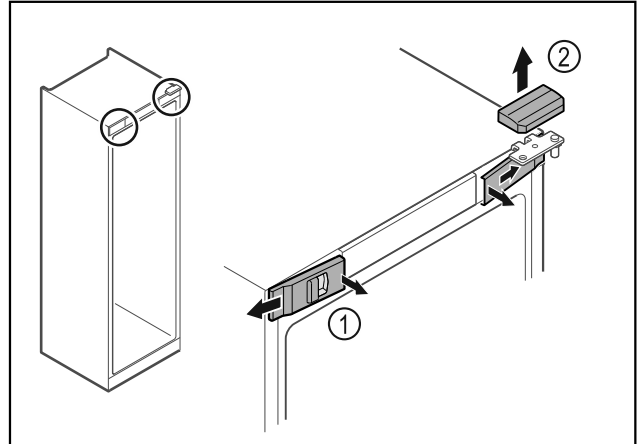

Fig. 9
- ▶ Vidinėje pusėje atfiksukite priekines dengiamąsias plokšteles Fig. 9 (1) ir nuimkite jas į šoną.
- ▶ Nuimkite viršutinę dengiamąją plokštelę Fig. 9 (2) į viršų.